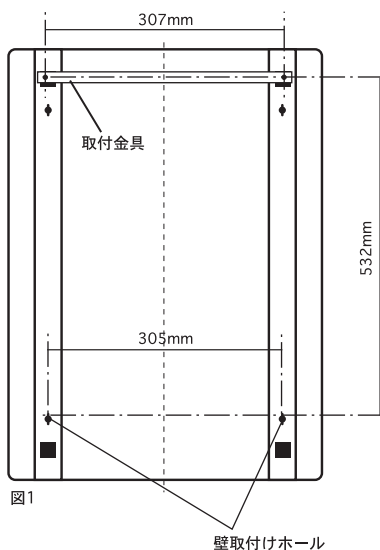

図1
1. 壁取付けホールと同じ幅で壁に 6 ミリのドリルで穴をあけ（4 箇所）、カールプラグをハンマーで打ち込みます。（図 1）